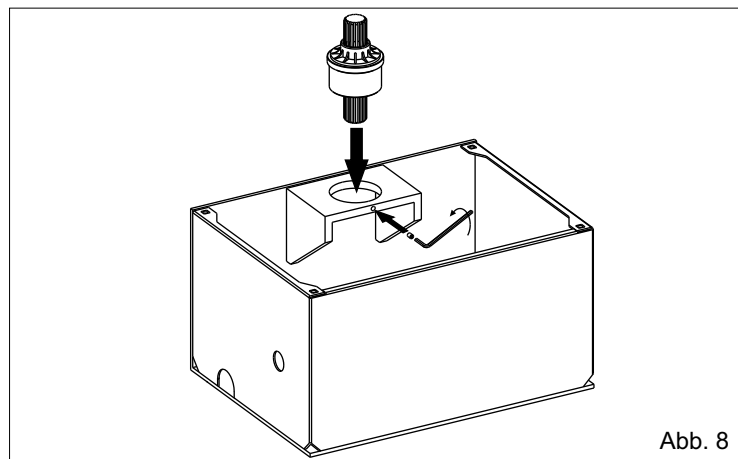

Abb. 8
2.4. Die gerillte Verbindungswelle in die obere Öffnung des Gehäuses einsetzen und mit der dafür vorgesehenen Schraube befestigen (Abb. 8)